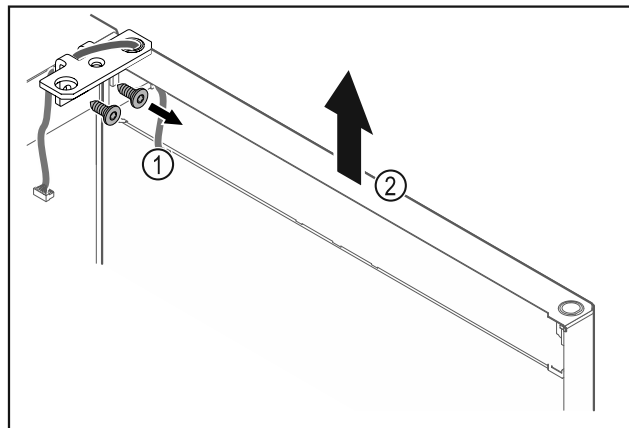

Fig. 22
- ▶ Развинтете ъгъла на пантата Fig. 22 (1).
- ▶ Повдигнете вратата заедно с ъгъла на пантата Fig. 22 (2) приблизително 200 mm право нагоре и я свалете.